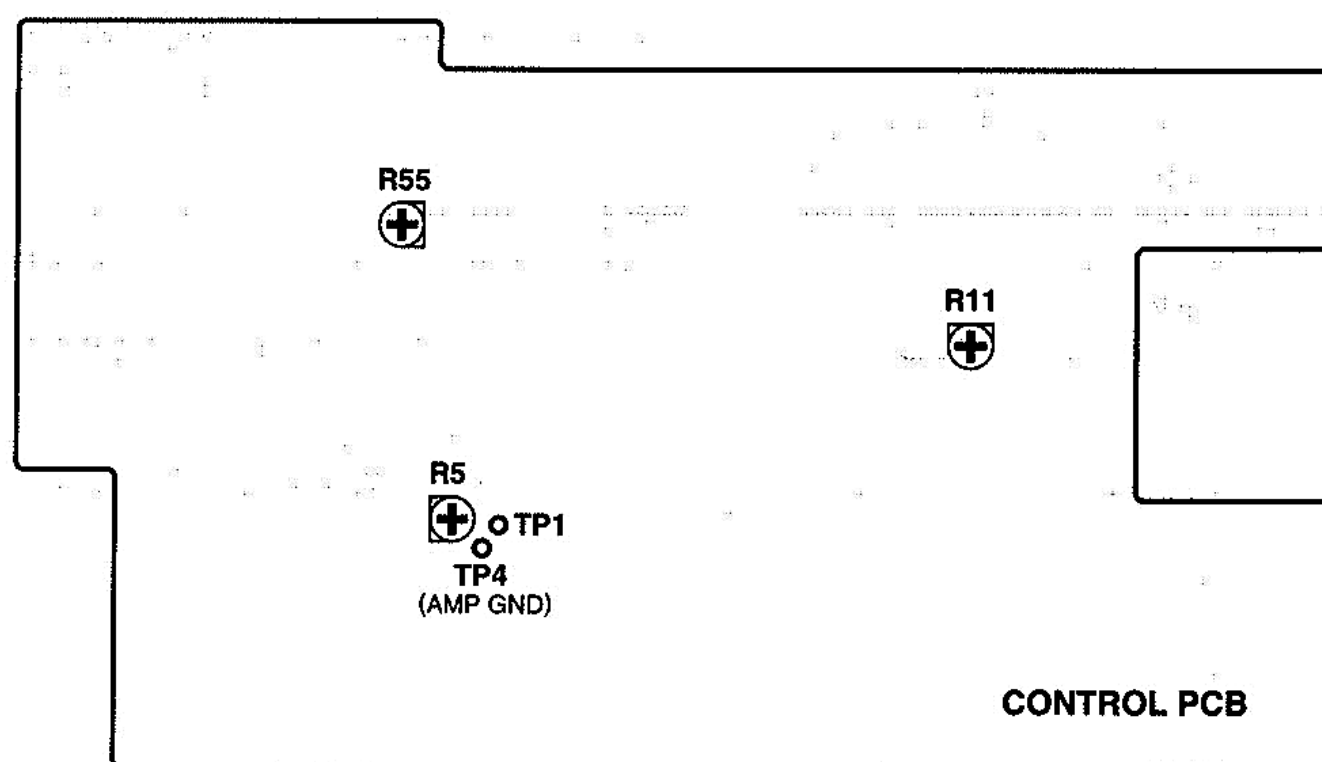

Fig. 2-7
2. If back tension is out of specs, hold the STOP and CHECK keys simultaneously, then turn the POWER switch on to activate the ADJUST mode (The ADJ logo appears in the display). After setting the 488MKII in the ADJUST mode, turn the semi-fixed resistor R11 (Fig. 2-7) on CONTROL PCB until back tension is 12.5 g · cm. Press the STOP and CLEAR keys simultaneously to exit the ADJUST mode.
- 2) もしバック・テンションが上記値より外れている場合には、STOP キーと CHECK キーを同時に押しながら POWER スイッチを ON にし、アジャスト・モードにする。ADJ のロゴがディスプレイに表示される。アジャスト・モード後、バック・テンションの値が 12.5g になる様に、CONTROL PCB の半固定抵抗 R11 (Fig. 2-7) を回して調整する。STOP キーと CLEAR キーを同時に押し、アジャスト・モードを解除する。
5. Play the middle section of the tape, and adjust adjustment resistor R55 (Fig. 2-7) on the CONTROL PCB assembly until the frequency reading is 3000 ± 5 Hz.
5. テスト・テープの中間部を再生させて、テープ速度が $3,000 \pm 5$ Hzになる様にCONTROL PCB ASSYの半固定抵抗R55 (Fig. 2-7) を調整する。